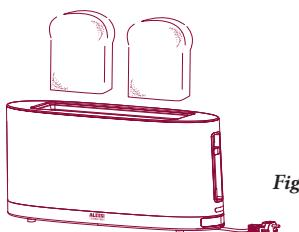

Fig. 3
- Inserite una o due fette di pane (fig. 3).